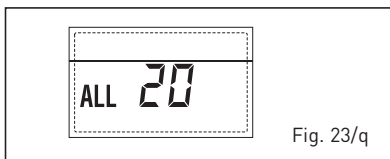

Fig. 23/q
- **DELIVERY PROBE BREAKDOWN ERROR FIRST MIXED ZONE "ALL 21" (fig. 23/r)**